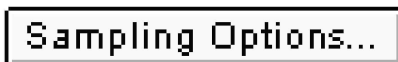

Figura 10
3. Seleccionar la cantidad de veces por segundo que se medirá la fuerza. Para ello hacer clic en el botón (Figura 10) y seleccionar por lo menos 1000Hz.